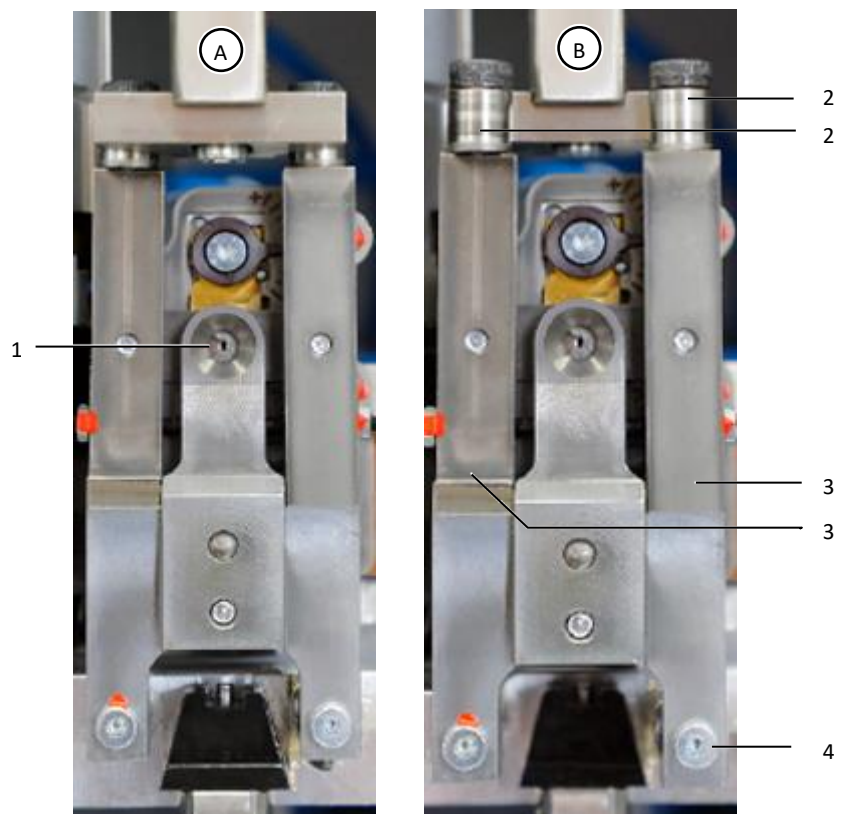

Fig. 11 : unité de fixation du fil toronné en position de production (A) et tirée vers l'avant (B)
- Nettoyer le cône d'introduction (fig. 11, pos. 1) avec un pinceau.
- Tirer l'unité de fixation du fil toronné vers l'avant (fig. 11, pos. B).
- Vérifier la mobilité des roulettes (fig. 11, pos. 2).
- Huiler les pivots (fig. 11, pos. 3) de l'unité de fixation du fil toronné.
- S'assurer que l'unité de fixation du fil toronné se trouve en position avancée (fig. 11, pos. B).
- Enlever la vis inférieure droite de l'unité de fixation du fil toronné (fig. 11, pos. 4).